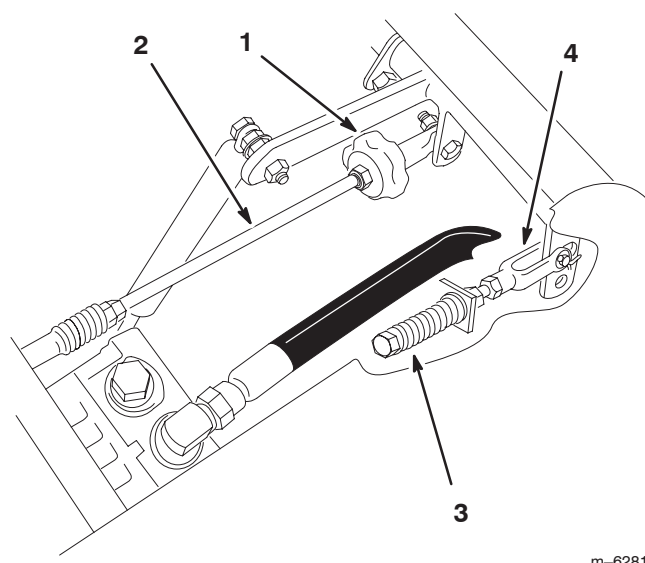

Figure 58
2. Réglez la longueur de la tige de pompe en tournant le bouton dans le sens voulu, jusqu'à ce que la roue soit immobilisée ou tourne légèrement en marche arrière (Fig. 58).